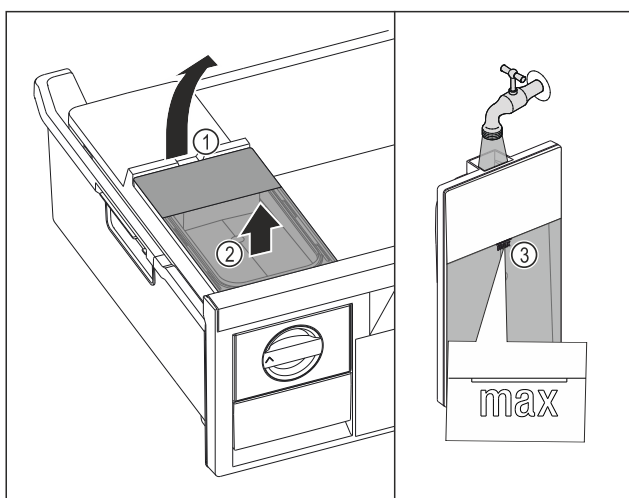

Fig. 151
- ▶ Zvedněte nádržku na vodu za vybrání Fig. 151 (1).
- ▶ Vyměte nádržku na vodu nahoru. Fig. 151 (2)
- ▶ Naplňte nádržku na vodu pitnou vodou až po značku Fig. 151 (3).